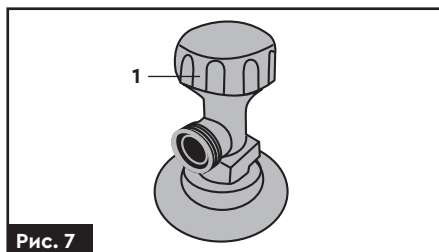

Рис. 7
- Відкрийте подачу газу на газовому балоні, повернувши вентиль газового балона (1) у напрямку, протилежному руху годинникової стрілки. (рис. 7).